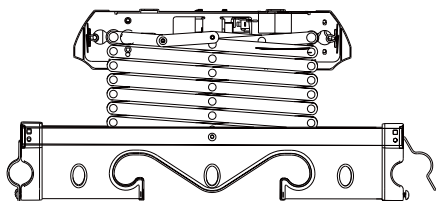
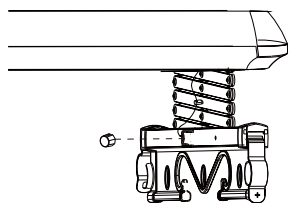

图3
图4
7、安装剪刀架：先将剪刀架一端安装在主机安装板上，用剪刀架螺丝锁紧（如图3所示），再将钢丝绳的圆锌头套进钢丝绳挂口的卡孔内，（如图4所示）。将随机附带的钢丝绳挂口盖对准钢丝绳挂口扣住。